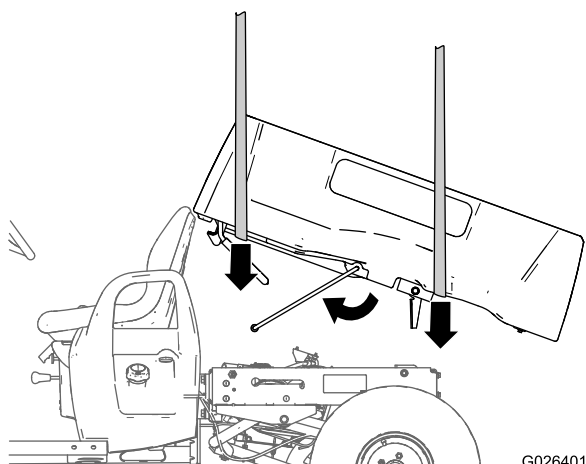
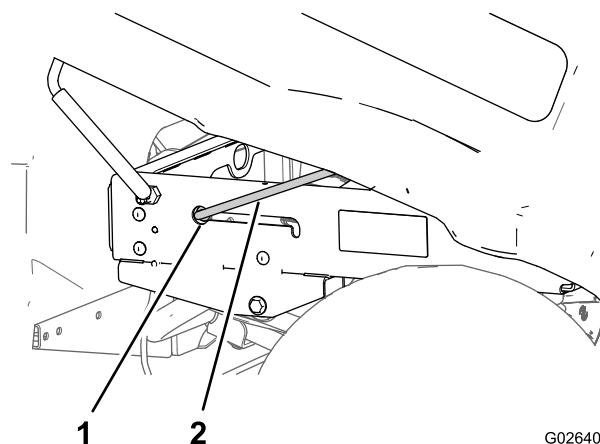

Figura 17
Figura 18
- Utilizzando l'attrezzatura di sollevamento nella parte anteriore e posteriore del pianale, sollevate il pianale e allineatelo sul telaio della macchina con il gruppo della staffa orientabile rivolto all'indietro (Figura 17)
- Regolate l'altezza e la posizione dell'attrezzatura di sollevamento in modo che la parte corta dell'asta di supporto sia allineata con il foro della chiavetta all'estremità della fessura dell'asta di supporto nel canale del telaio sinistro o nella staffa dell'asta di supporto (Figura 17).
- Fate oscillare l'asta di supporto in avanti e inserite la parte corta dell'asta attraverso il foro della chiavetta (Figura 17 e Figura 18).
- Spostate il pianale e l'asta di supporto all'indietro fino a quando il gruppo della staffa orientabile non è allineato sul canale del telaio posteriore (Figura 18).